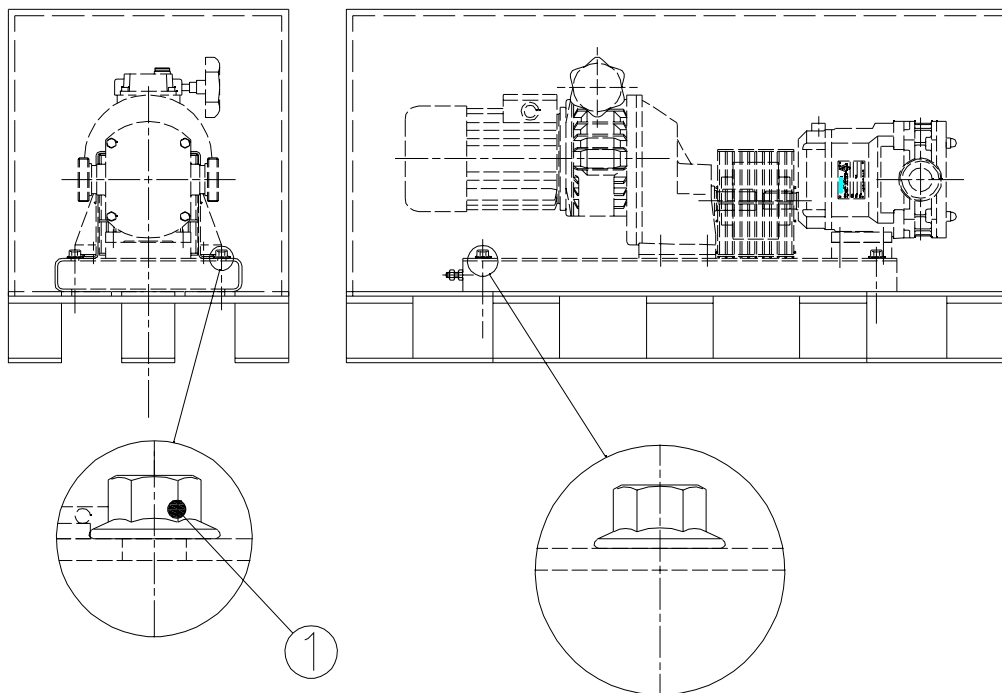

Fig. 5.1 Pompa imballata
Il suddetto fissaggio avviene tramite quattro viti "da legno" (pos.1 Fig. 5.1) posizionate nell'apposita foratura predisposta sulla base di sostegno del Gruppo pompa.